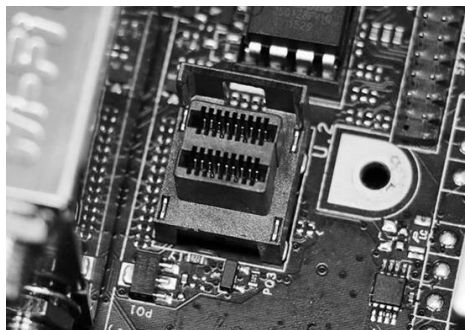

图 3-29 主板上的 U.2 接口
(7) U.2 接口。U.2 接口又称 SFF-8639，是由固态硬盘形态工作组织 (SSD Form Factor Work Group) 推出的接口规范。U.2 不但支持 SATA-Express 规范，还能兼容 SAS、SATA 等规范。因此，可以把它当作是四通道版本的 SATA-Express 接口，它的通道可兼容 SATA3、PCI-E 2.0×2 和 PCI-E 3.0×4，理论最大带宽已经达到了 32Gb/s，与 M.2 接口毫无差别，如图 3-29 所示。